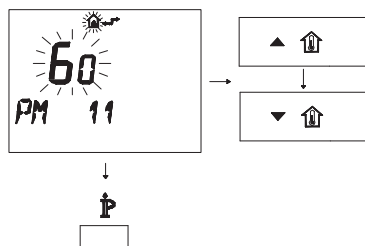

Figura 5.48
- Per modificare il SET programmato agire sui pulsanti o e aspettare che il numero programmato cominci a lampeggiare (Figura 5.48). Ogni passo incrementato o decrementato corrisponde a 1 secondi.